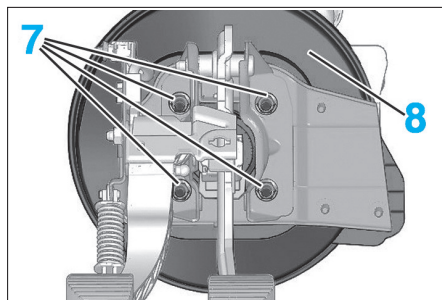

FIG. 19
- Déposer les écrous (7) du pédalier sur le servofrein (Fig.19).
- Déposer l'amplificateur de freinage (8).